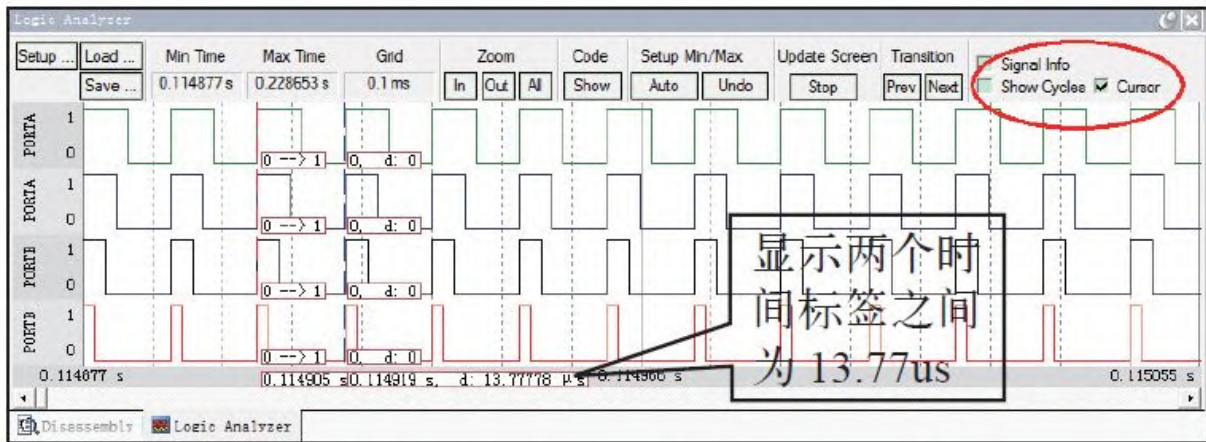

图 13-22 查看周期
9) 选中分析仪界面中的Cursor选项，出现时间标签，可以用来测量周期、频率。见图13-22。